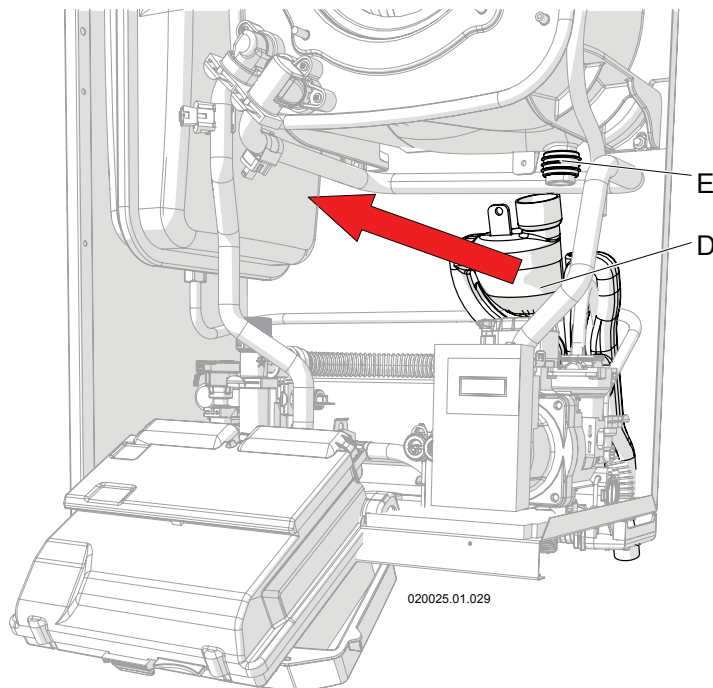

Figura 8-7 - Smontaggio sifone raccogli condensa
- 5.- sfilare verso il basso il serbatoio "D" facendo attenzione al fatto che esso è pieno di acqua di condensa e potrebbe uscire (Figura 8-7);
- 6.- estrarre verso l'esterno il sifone (Figura 8-7) facendo attenzione a scollegare i tubi di raccolta dell'acqua proveniente dalla parte superiore dell'apparecchio e dalla valvola di sfogo aria;